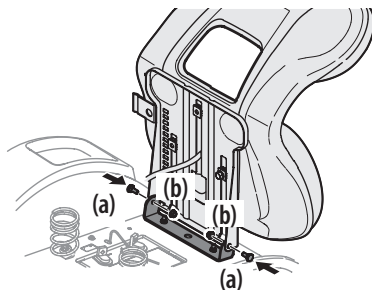

Figure 3
4. Fixez un côté du siège au support avec les boulons à épaulement (a) et les écrous autobloquants (b) retirés à l'étape 3. Retenez le siège pendant que vous enlevez le tournevis Phillips et que vous fixez l'autre côté. Prenez garde de ne pas coincer ou endommager le faisceau de câbles pendant que vous installez le siège. Voir Figure 3. Serrez à un couple de 9,5 à 11,6 N m (de 84 à 103 po-lb).